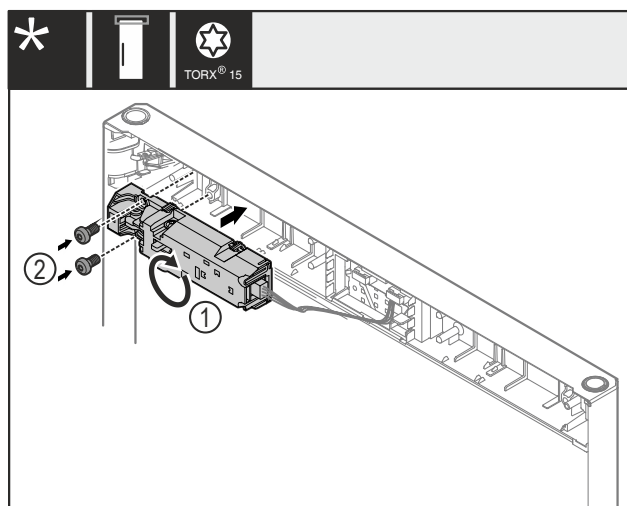

Fig. 24
- 将遥控锁 Fig. 24 (1)转动 180°，然后安装在对面。
- 将遥控锁 Fig. 24 (1)用螺钉 Fig. 24 (2)固定。